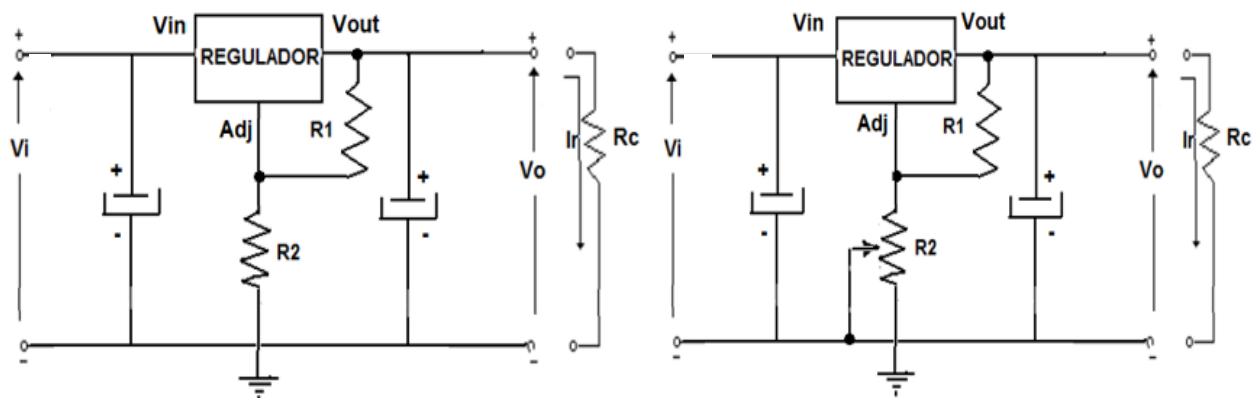

Figura 7: Esquema de un regulador ajustable. Mediante R_2 se ajusta el valor de V_o .
-Fuentes reguladas variables o ajustables: Regulan un valor fijo de Tensión regulable mediante una resistencia variable conectada a uno de sus terminales. (figura 7).